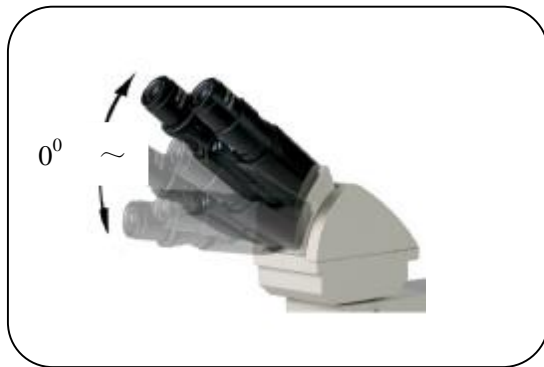

Fig. 10.
- 1) La tensión del mando macro es ajustable. Ajuste el anillo ① en sentido de la flecha para aumentar la tensión y en sentido contrario para disminuirla
4. Ajuste del cabezal (Fig.10)